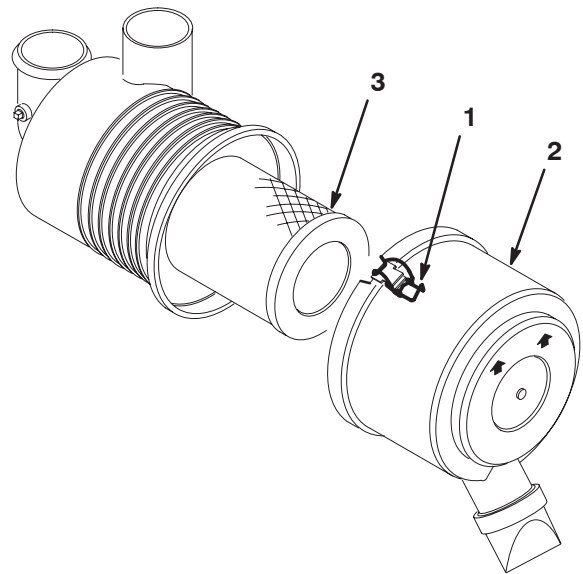

Figure 46
1. Desserrez les fixations qui maintiennent le couvercle sur le corps du filtre à air (Fig. 46). Ôtez le couvercle du corps et nettoyez l'intérieur.
2. Sortez l'élément filtrant du corps du filtre (Fig. 46) avec précaution pour ne pas déloger trop de poussière. Evitez de cogner l'élément contre les parois du filtre.